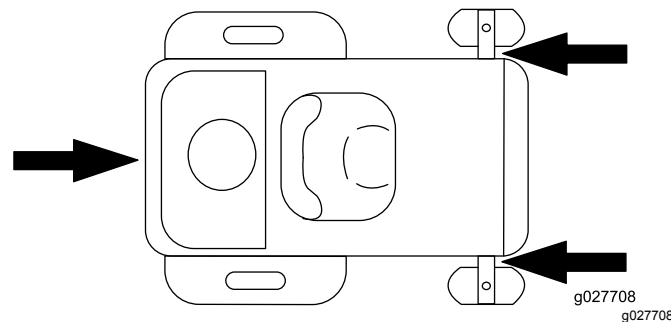

Figura 29
5. Ancorate la macchina vicino alle ruote orientabili anteriori e al paraurti posteriore (Figura 29).